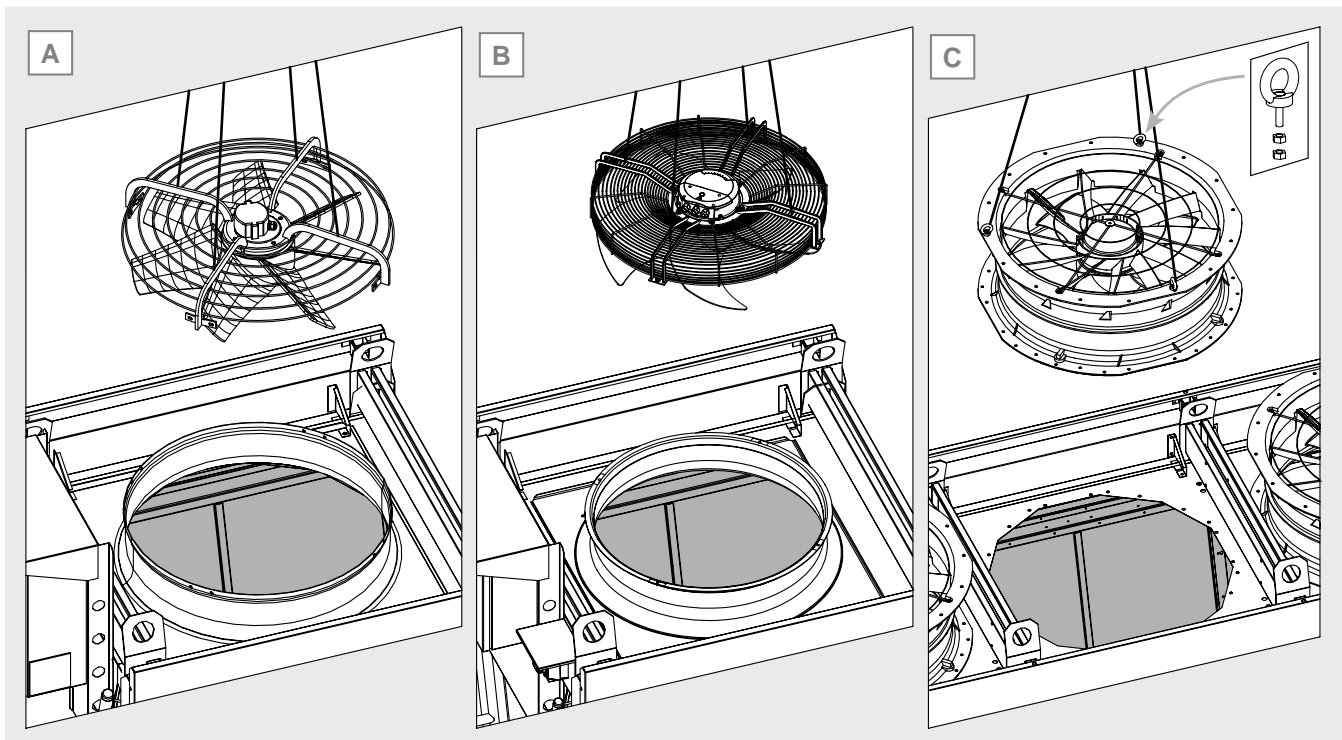

Abbildung 37
- Radial- und Planarventilator: Haken oder Hebegurte an den Armen des Motorventilatoren-Gitters anbringen. Siehe Abbildung 37 A und B.
- Motorventilatoren mit integrierter Lüfterhaube: Mindestens 3 Ringschrauben mit Mutter und Kontermutter am oberen Flansch des Motorventilatoren anbringen. Die Ringschrauben müssen gleichmäßig verteilt sein (z. B. 120° bei 3 Ringschrauben). Haken oder Gurte an den Ringschrauben befestigen. Siehe Abbildung 37 C.